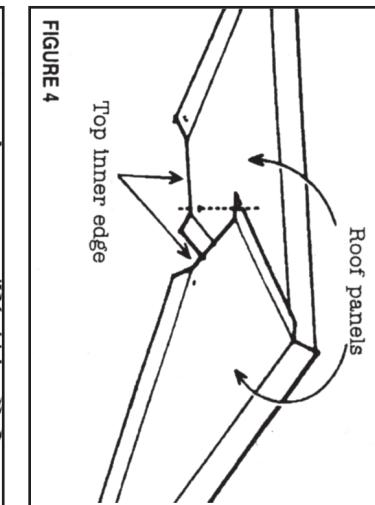

FIGURE 4
STEP 4 (FIGURE 4)
Refer to figure 4 to be sure you are overlapping the roof panels correctly. The two holes nearest to the edge of each roof panel should always point upwards.
Consulter la figure 4 pour s'assurer que les panneaux de toit se chevauchent correctement. Les deux trous les plus proches du bord de chaque panneau de toit devraient toujours être au-dessus.
Reférer à la figure 4 pour s'assurer que les deux trous les plus proches du bord de chaque panneau de toit se chevauchent.
Construire la figure 4 pour s'assurer que les deux trous les plus proches du bord de chaque panneau de toit se chevauchent.